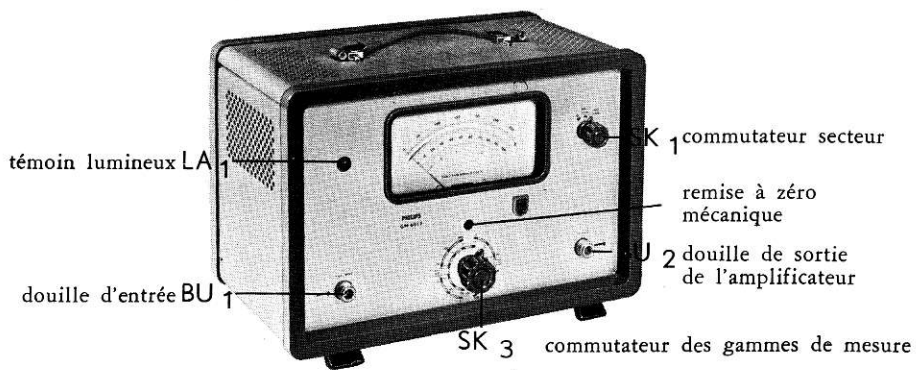

Fig. 2. Vue frontale
5. Contrôler si l'aiguille du voltmètre se trouve sur le zéro, sinon la mettre à zéro au moyen de la vis noire montée à l'avant de l'appareil (remise à zéro mécanique, voir la fig. 2).
Pour les fonctions des boutons et des douilles de connexion, voir les figures 2 - 4.